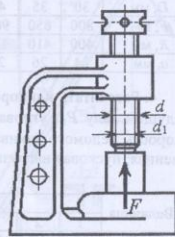

Рис. 55
7. Рассчитать винт и гайку пресса (рис. 55). На винт действует продольная сила F (табл. 55). Резьба гайки и винта упорная. Материал гайки – чугун СЧ-18. Недостающие данные принять самостоятельно.